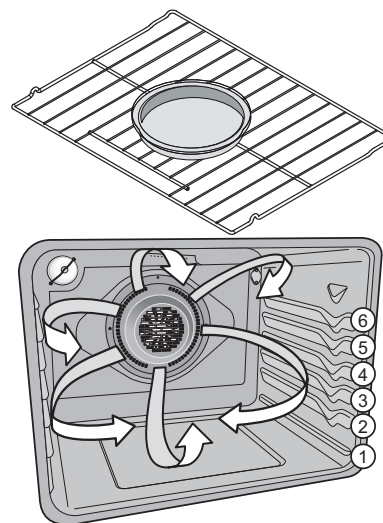

Figure 15: Positions des grilles; Cuisson sur une seule grille pour aliments prêts à servir
- Placez toujours les aliments au centre du four, sur la grille en position 3 plat ou 2 Glisse au four supérieur (Figure 15) et 3 plat au four inférieur.
- Placez les aliments comme illustré à la Figure 15.